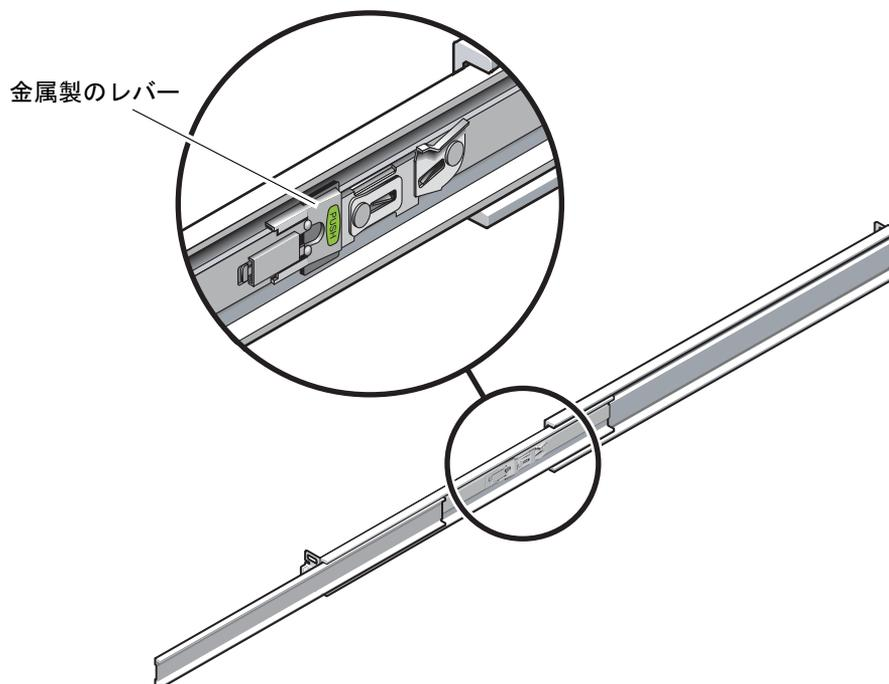

図 2-13 スライドレールの中央セクションのロックの解除
- d. スライドレールの中央セクションにある、Push というラベルが付いた金属製のレバー (図 2-13) を押してから、中央セクションをラックに向かって押し戻します。